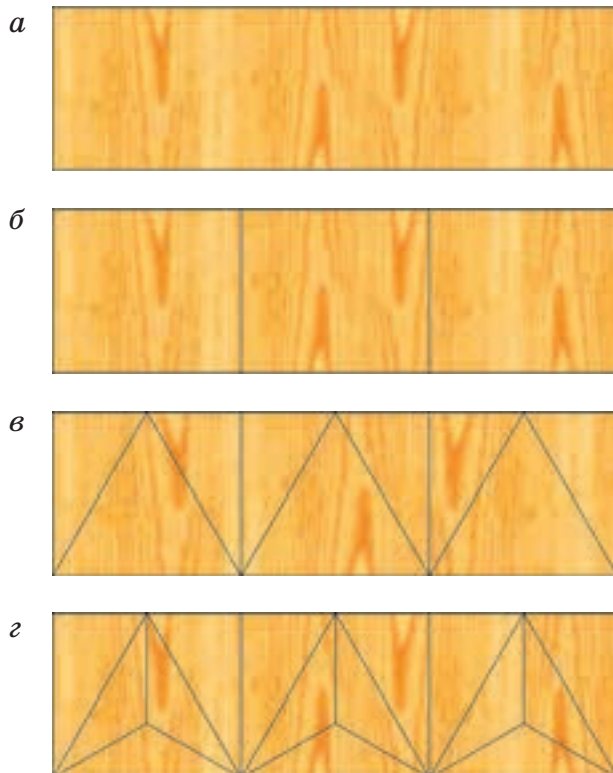

Рис. 91. Последовательность разметки заготовки для выполнения трёхгранных выемок
1. Начерти на заготовке полосу (размеры предлагает учитель) (рис. 91, *а*).
2. Построй внутри полосы треугольники (рис. 91, *б, в*).
3. Внутри каждого треугольника проведи средние линии (медианы), которые делят его стороны и углы пополам (рис. 91, *г*).